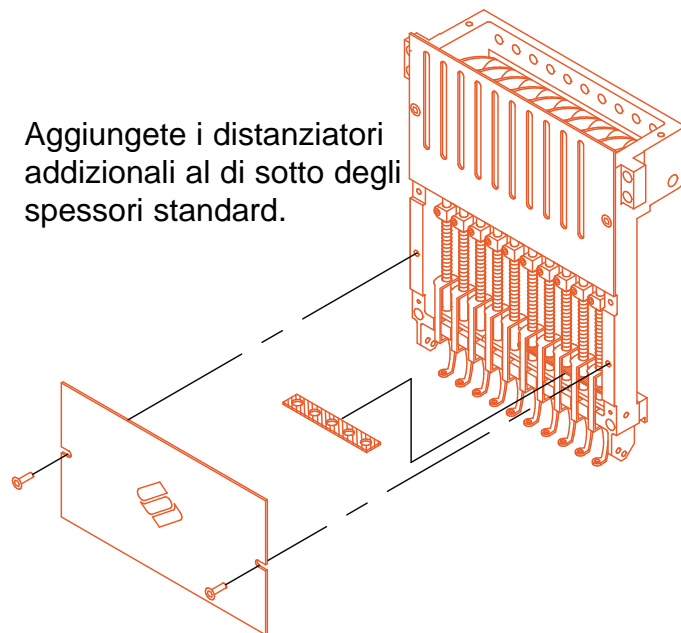

Figura 3-4
Le placche degli aghi sollevate possono migliorare la qualità del ricamo sui berretti. Quando i telai per berretti sono attaccati, la curva del telaio lascia uno spazio addizionale tra il berretto e la placca degli aghi. Per eliminare questo spazio e per assicurare un ricamo di alta qualità, un operatore qualificato o una persona addetta alla manutenzione dovrebbe installare delle placche degli aghi come descritto qui di sotto. Vedete la Figura 3-4.
3. Usando un piccolo cacciavite con lama piatta, spingete il distanziatore standard in alto dalla parte superiore dell'assemblaggio del driver del premistoffa (vedete la Figura 3-4).